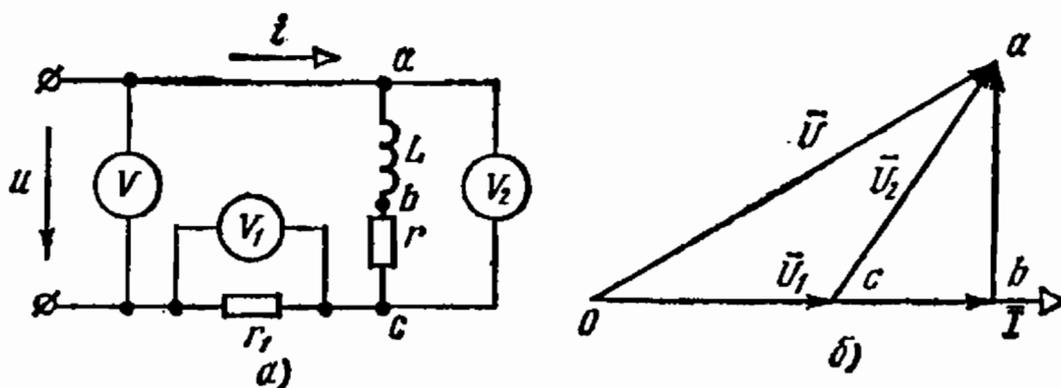

Рис. 3.23
3.23. В схеме рис. 3.23, а включены три вольтметра, показания которых равны: $U = 220$ В, $U_1 = 110$ В, $U_2 = 138$ В.
Эту задачу можно решить графически, используя векторную диаграмму рис. 3.23, б.